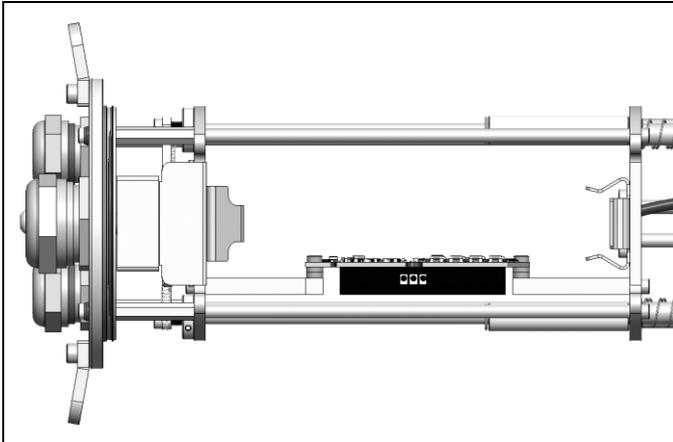

Abbildung 47: Einbau des Industrie-PIF (Ansicht von oben)
5. Fixieren Sie das Industrie-PIF mit den dafür vorgesehenen Schrauben (M3x5) samt Abstandsrings, wie in **Abbildung 47** dargestellt.